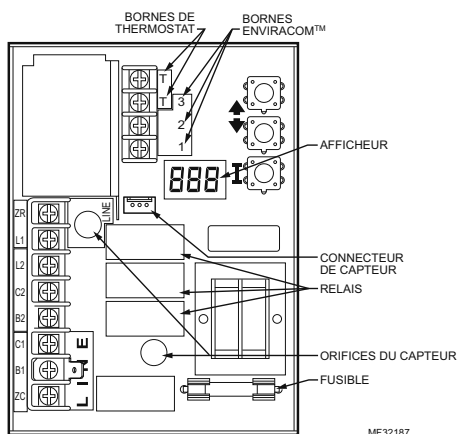

Fig. 5. Carte de circuit imprimé, indiquant la connexion du capteur et les orifices de puits pour les modèles à montage vertical.
3. Aligner prudemment le capteur de remplacement avec l'orifice de la carte de circuit imprimé et le guider dans le boîtier Aquastat et le puits. (Consulter la Fig. 5.)
5. Brancher le capteur dans la carte de circuit imprimé en appuyant le connecteur du capteur dans un connecteur homologue de la carte de circuit imprimé (consulter la Fig. 5).
Pour empêcher la modification non autorisée des réglages Aquastat, le mode de RÉGLAGE requiert de suivre une procédure de saisie. Pour accéder au mode RÉGLAGE, appuyer simultanément sur les touches HAUT, BAS et l pendant trois secondes (se reporter à la Fig. 5) pendant trois secondes. Appuyer sur la touche l jusqu'à ce que la fonction à régler s'affiche :